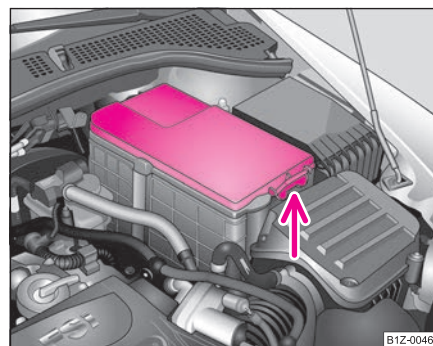

Fig. 196 Compartimentul motor: Bateria
- Apăsați elementul de blocare de pe partea laterală a capacului bateriei → fig. 196, ridicați capacul și scoateți-l.